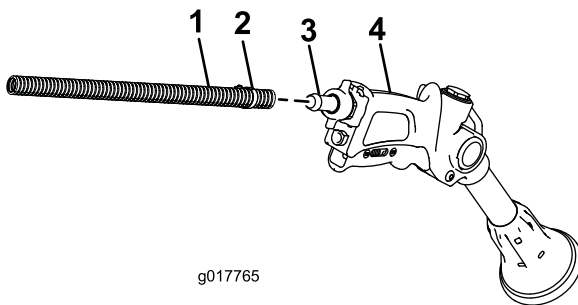

Figura 18
2. Collegate l'estremità libera del flessibile lungo al raccordo sulla pistola a spruzzo (Figura 18).